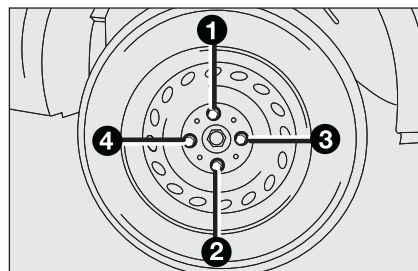

fig. 8
- ☐ ajustar bien los tornillos, pasando alternativamente de un tornillo a otro opuesto diametralmente, de acuerdo con el orden ilustrado en la **fig. 8**.
- ☐ utilizando la llave suministrada, apretar bien los tornillos según el orden representado en la **fig. 8**;